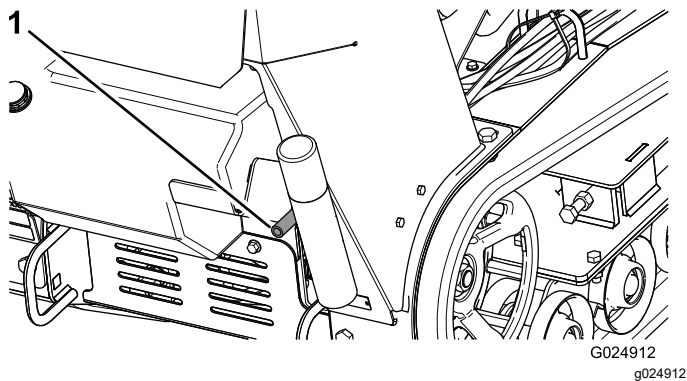

Figura 33
5. Coloque um recipiente debaixo do tubo de escoamento de óleo. Rode a válvula de drenagem de óleo para deixar o óleo drenar (Figura 32 e Figura 33).